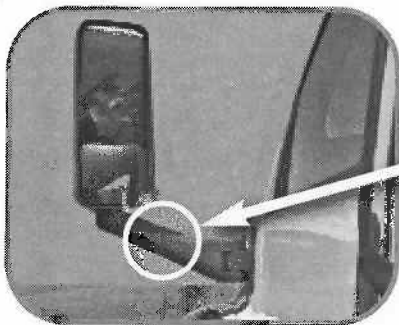

Figura 2B - Instalación alterna
PASO 2 Utilice 2 de las abrazaderas para tubo suministradas para sujetar la base del Tag en la barra del espejo superior en el lado del conductor como se muestra en la Figura 2A. Si el espejo no tiene una barra superior, use las barras de espejo que se muestran en la Figura 2B o 2C a continuación. Use las dos (2) abrazaderas para tubo que mejor se adapten a las barras.